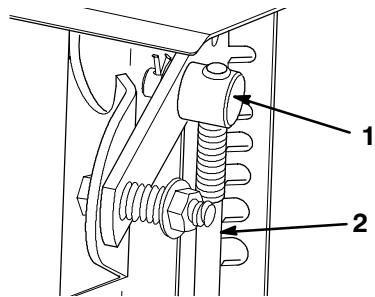

Figure 27
4. Pour régler la vitesse en marche avant de la machine, vissez la tige de changement de vitesse dans le tourillon (Fig. 27).